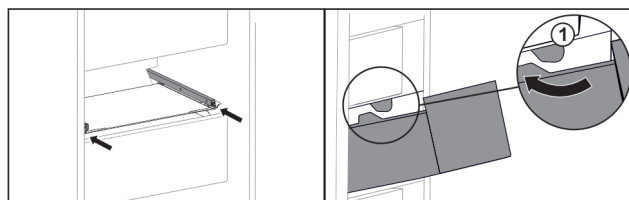

Fig. 55
- ▶ Vedte zásuvku podél zářezek Fig. 55 (1).